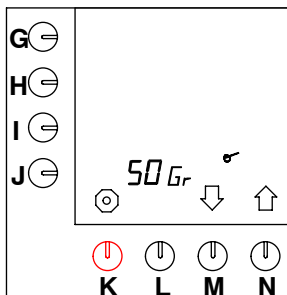

Fig. 38 Impostazione del calcolatore di caffè
- Premere il tasto di selezione (N.)↑ fino a che sullo schermo viene visualizzato quanto illustrato nella fig. 38 .